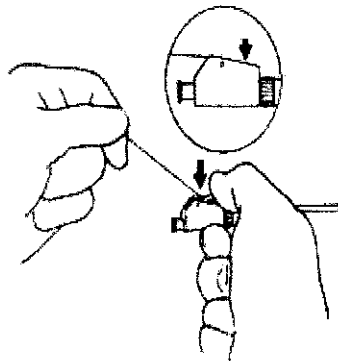

Fig. 2
- b. Mientras mantiene tirante el hilo de bloqueo, presione la palanca de la leva de bloqueo hacia abajo hasta que sienta un chasquido evidente. Entonces, el lazo distal del catéter quedara bloqueado en posición (Fig 2)
2. Mientras tira del monofilamento baje la palanca de fijación (traba) hasta que sienta un clic particular. En ese momento el lazo en el extremo de catéter se encuentra trabado en su posición (Fig. 2).